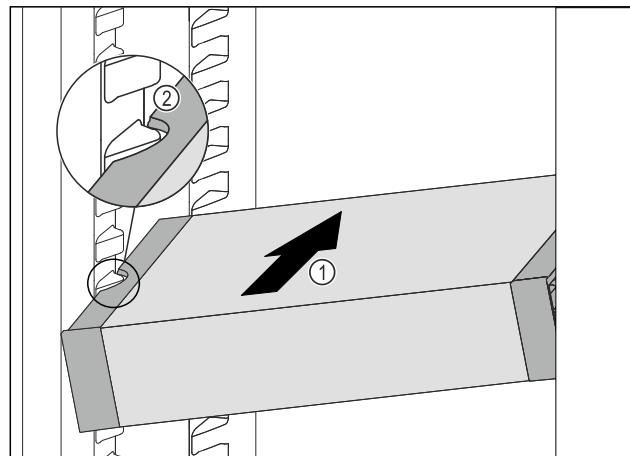

Fig. 98
- VarioSafe gurajte koso u hladnjak Fig. 98 (1) sve dok se bočni otvori Fig. 98 (2) ladice VarioSafe ne nađu na visini zlijeba spremnika u hladnjaku.